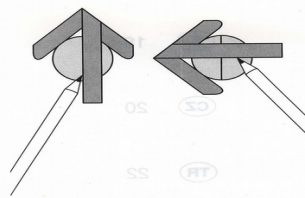

Fig. 4
1. Cu ajutorul linearului de centrare, marcați două linii de tăiat (Fig. 4). Tăiați apoi la o adâncime de 2mm folosind o lamă de ferăstrău foarte fină.